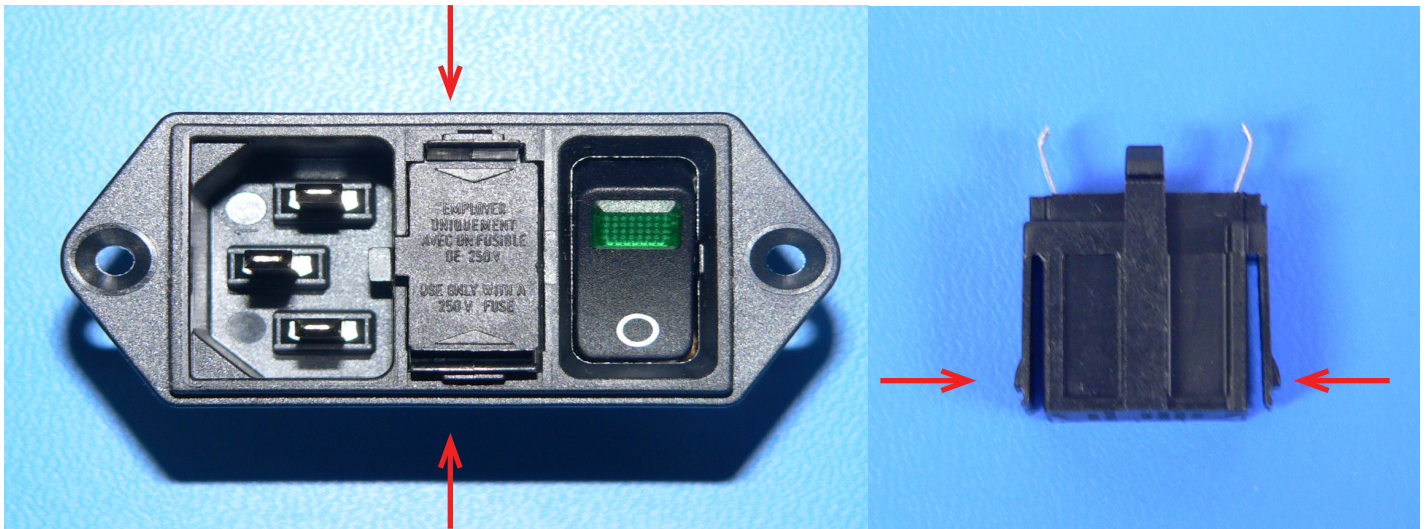

Abbildung 18: Laschen des Sicherungskastens
2. Ziehen Sie den Sicherungskasten mit der Spitzzange vorsichtig aus dem Stromeingangsmodul heraus, indem Sie die Laschen des Sicherungskastens in die Schlitze eindrücken, wie in Abbildung 18 dargestellt.